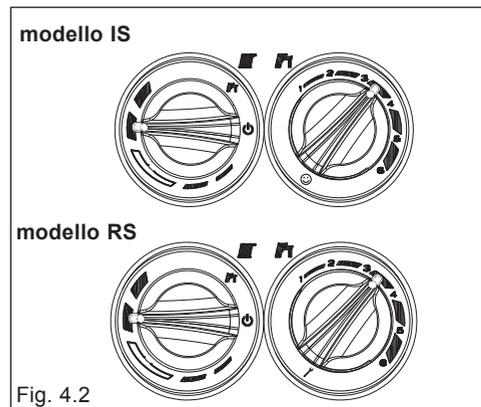

Fig. 4.2
**Inverno:** ruotando il selettore di funzione all'interno della zona divisa in segmenti (fig. 4.2) la caldaia fornisce acqua calda sanitaria e riscaldamento.
Per regolare la temperatura dell'acqua di riscaldamento, ruotare la manopola con il simbolo "■" (fig. 4.2) all'interno della zona divisa in segmenti.